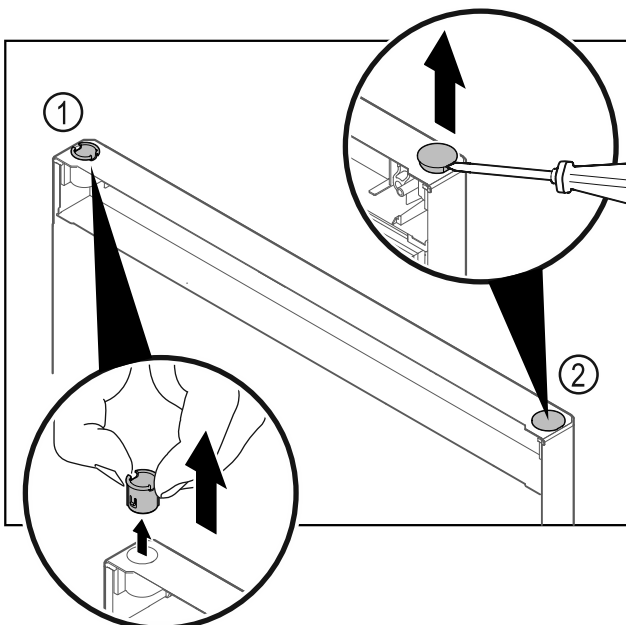

Fig. 28
- ▶ Extraer el casquillo de bisagra Fig. 28 (1) con los dedos.
- ▶ Levantar cuidadosamente el tapón Fig. 28 (2) con un destornillador para tornillos de cabeza ranurada y extraerlo.